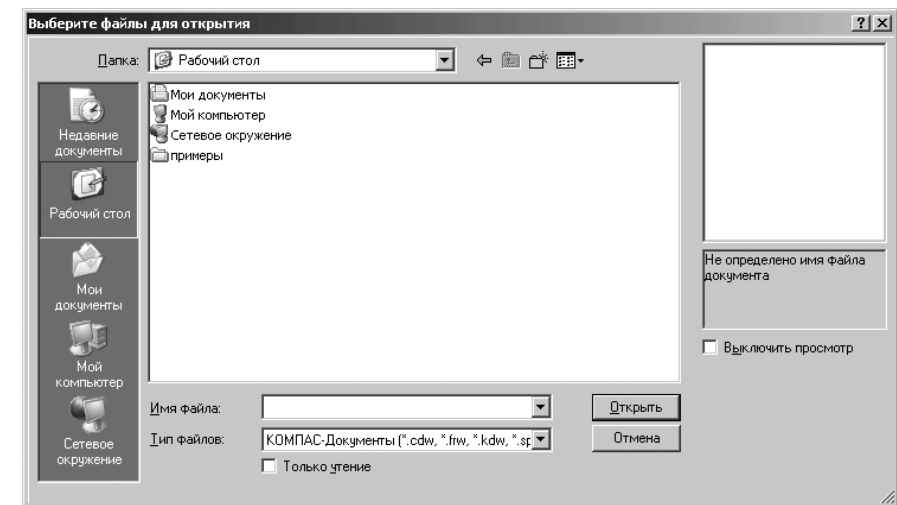

Рис. 1.6. Диалоговое окно **Выберите файлы для открытия**
- щелкните в выпадающем меню по пункту **Открыть** или нажмите комбинацию клавиш **Ctrl+O**. Появится диалоговое окно **Выберите файлы для открытия**, показанное на рис. 1.6, в котором можно выбрать нужный файл для работы, если они ранее были созданы.